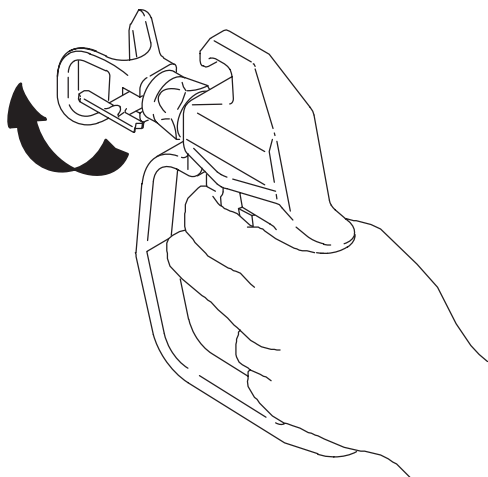

Fig. 6
13. Si su pistola tiene un protector de boquilla Reverse- A Clean IV y la boquilla se atasca mientras se está pulverizando, suelte el gatillo, coloque la palanca de seguridad, y gire la llave de la boquilla 180°. Vea la Fig. 6.